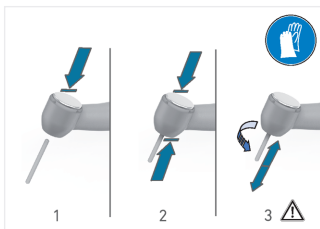

ABB. 3
1. Das Gerät vom Kabel trennen und den Bohrer entfernen (ABB. 3 Schritt 1).